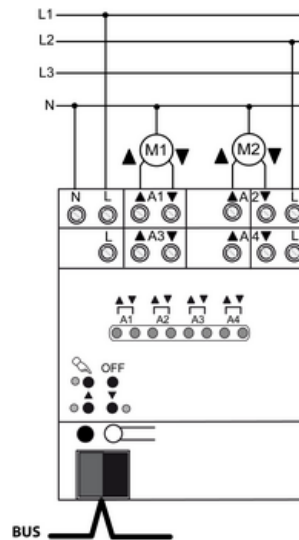

Bild 3: Anschlussbeispiel mit zwei Motoren
- Busleitung mit Anschlussklemme an den Rollladenaktor anschließen (Bild 3).
- Netzspannungsversorgung anschließen (Bild 3).
- Motoren an Lastklemmen **A1** ... **A4** anschließen (Bild 3).